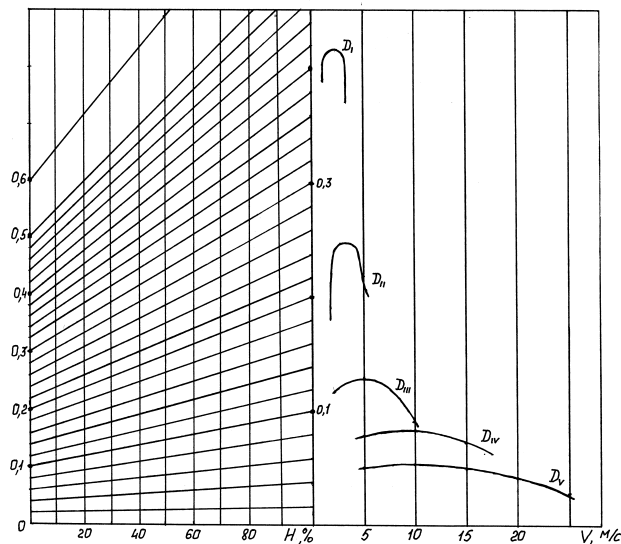

Рисунок 1. Динамическая характеристика с номограммой нагрузок
1. Используя динамическую характеристику с номограммой нагрузок (рис.1), найти крутящий момент на ведущих колеса, если автомобиль, полная масса которого 8 т, движется равномерно со скоростью 16 м/с на 4-й передаче. Автомобиль загружен на 90%, фактор обтекаемости автомобиля  $2,8 \text{ Н}\cdot\text{с}^2/\text{м}^2$ , размер шин 260-20, грузоподъемность 5 т.